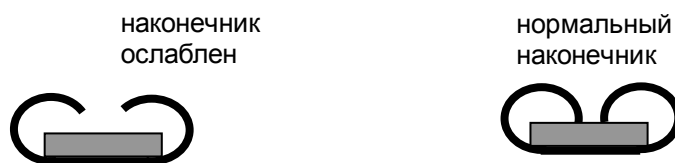

рис. 1
- Если наконечник монтажного провода плохо держится на клемме переключателя подожмите его плоскогубцами (рис. 1)
2. Снимите ручку с вала роторного переключателя. Открутите два самореза крепления переключателя рис. 1, 2. Отсоедините монтажные провода от клемм переключателя.
3. Открутите два самореза её крепления рис. 1, 3.